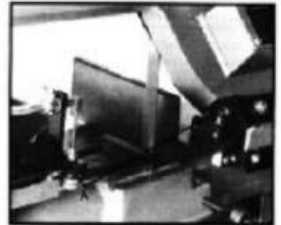

Fig.4
2. Legen Sie das Winkelleisen auf den Tisch neben das Sägeblatt, abgebildet in Abb. 4.
5. Die Schrauben (A) festziehen.